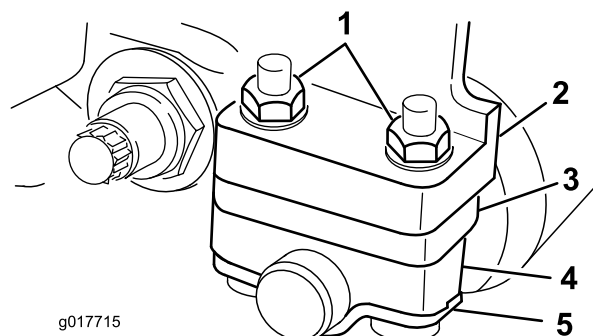

Figure 1
2. Retirez les 2 écrous qui maintiennent la fixation du rouleau, le rouleau, l'entretoise et la cale sur la bride de montage de la plaque latérale gauche ou droite (Figure 1). Déposez les composants.